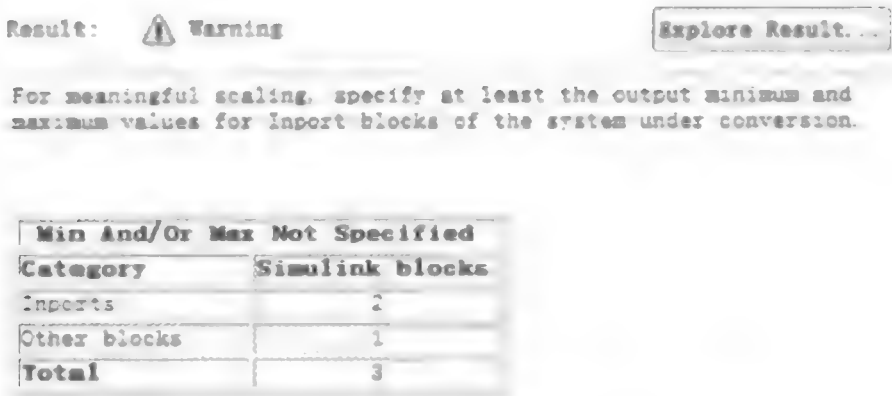

图 9.6.13 指定模块最大/小值任务页面
(6) 执行到 2.7 项 specify block minimum and maximum values 时出错,提示有若干模块未定义最大值或最小值,如图 9.6.13 所示。